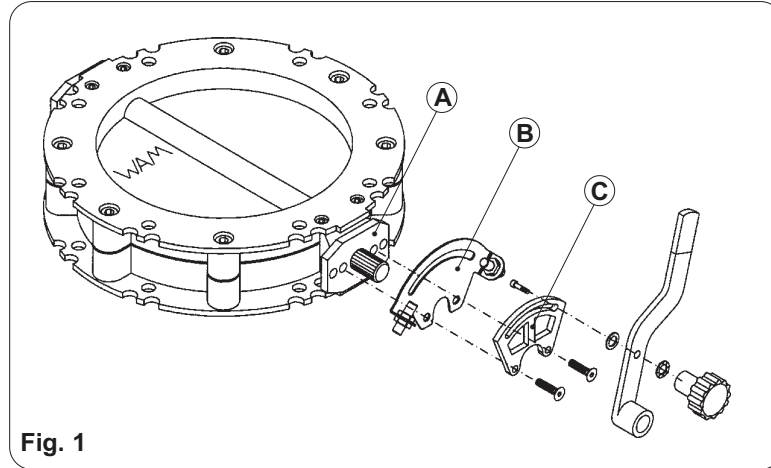

Fig. 1
La plaque de fixation (B) est fixée à la vanne entre le châssis (A) et le secteur angulaire (C) comme dans la Fig. 1.
La piastra di fissaggio fine corsa induttivo (B), viene fissata alla valvola tra la staffa (A) e il settore angolare (C) come in Fig. 1.